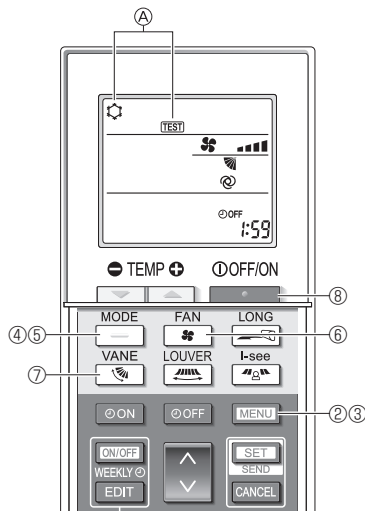

Fig. 7-5
- ① Ligue a alimentação à unidade, pelo menos, 12 horas antes do teste de funcionamento.
- ② Prima o botão **MENU** durante 5 segundos. (Fig. 7-5) (Efetue esta operação quando o visor do controlo remoto estiver desligado.)
- ③ Prima o botão **MENU**. São apresentadas a indicação **A** [TEST] (TESTE) e o modo de funcionamento em curso. (Fig. 7-5)
- ④ Prima o botão **←** para ativar o modo de arrefecimento e, em seguida, verifique se sai ar frio da unidade.
- ⑤ Prima o botão **→** para ativar o modo de aquecimento e, em seguida, verifique se sai ar quente da unidade.
- ⑥ Prima o botão **↻** e verifique se a velocidade da ventoinha muda.
- ⑦ Prima o botão **↻** e verifique se a palheta automática funciona corretamente.
- ⑧ Prima o botão **ON/OFF** para parar o teste de funcionamento. (Depois de decorridas duas horas, será emitido um sinal para parar o teste de funcionamento.)